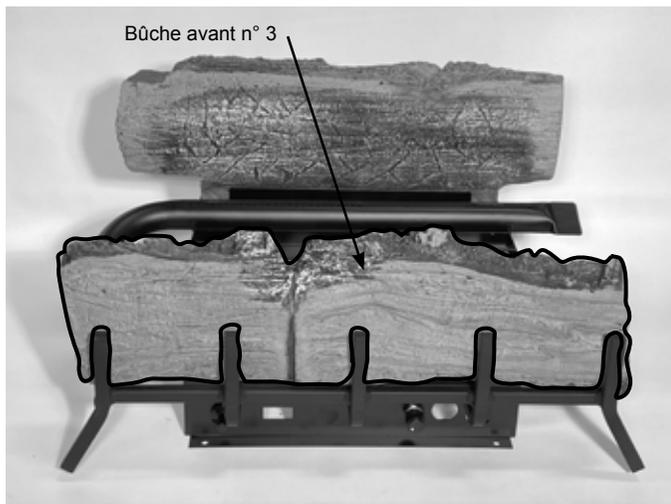

Figure 6.2 - Placer la bûche avant
2. Placez la bûche avant (n° 3) entre le brûleur et la grille. Utilisez la languette sur le côté droit comme guide sur la grille. Figure 6.2